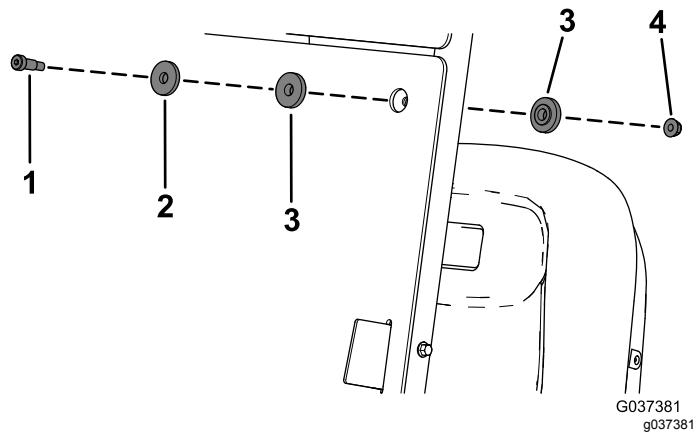

Figura 4
3. Sujete los taladros superiores del parabrisas inferior a los soportes de los tubos del toldo usando 2 tornillos de cuello largo (5/16" x 1¼"), 2 arandelas de respaldo, 4 casquillos con brida y 2 tuercas con arandela prensada (5/16"), como se muestra en la Figura 4.
5. Sujete el resto del parabrisas inferior a los soportes de los tubos del toldo usando 3 tornillos de cuello largo (5/16" x 1¼"), 3 arandelas de respaldo, 6 casquillos con brida y 3 tuercas con arandela prensada (5/16"), según se muestra en la Figura 4.